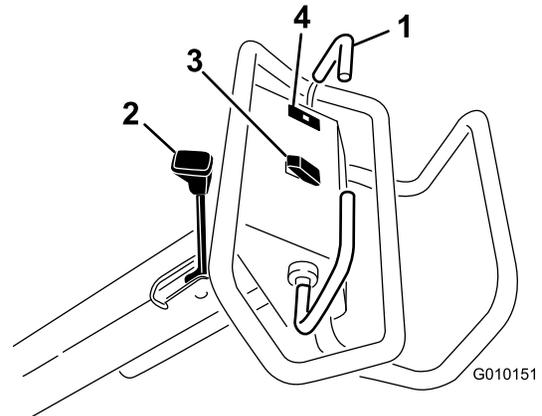

図 11
前へ押しと前進します。後へ押しと後退します 図 11。
- レバーをハンドル側に引き上げると駐車ブレーキがかかります 図 11。
エンジンオイルの圧力が危険域まで下がると点灯します **図 11**。万一このようなことが起こった場合には、エンジンを止めて原因を調べてください。必ず修理してから運転を再開してください。
ヘッド上昇 – スイッチ **図 11** の上部を押すとコアリングヘッドが上昇して作動が解除されます。この動作は油圧動作ですので、エンジンが掛かっている必要があります。コアリングヘッドが移動走行高さまで上昇しない場合には **システム制御回路のリセット (ページ 24)** を参照してください。
下降/エアレーション開始 – スイッチ **図 11** の下部を押すとコアリングヘッドが下降してエアレーションを開始します。走行ベイルが「前進」位置にセットされていないと、このスイッチは入りません。